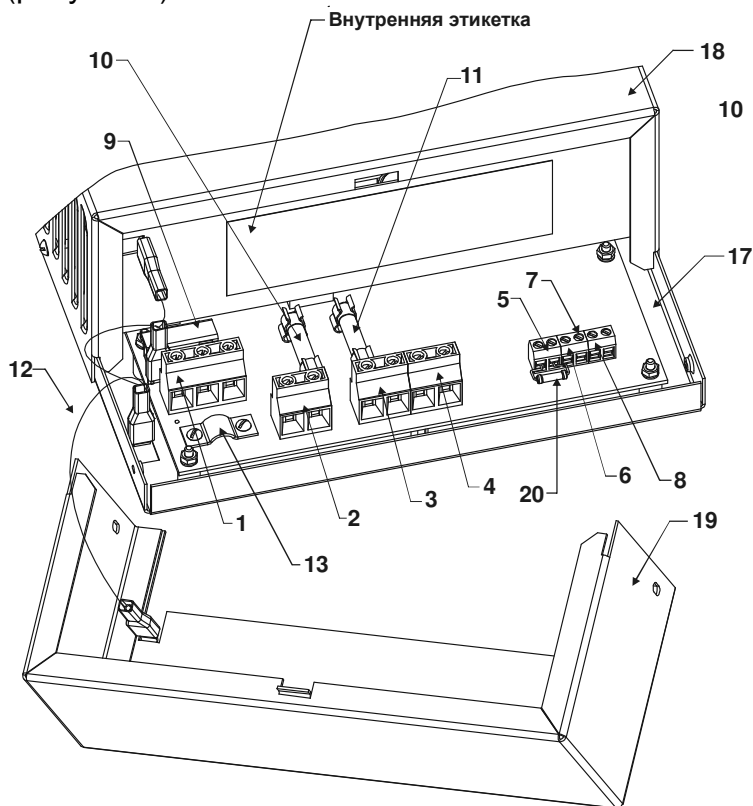

Рисунок 1
Источник размещен в металлическом корпусе, состоящем из днища, кожуха основного и кожуха монтажного отсека. Кожух основной скрывает радиоэлементы, не требующие обслуживания при эксплуатации источника, под кожухом монтажного отсека расположены элементы коммутации и защиты (рисунок 1), которые размещены на печатной плате.
Снимите кожух монтажного отсека поз.19 рисунок 1 для доступа к элементам коммутации и защиты. При необходимости отсоедините перемычку заземления поз.12 рисунок 1.
- ◆ Подключите, соблюдая фазировку шнур питания сетевой (входит в комплект поставки) к соответствующим контактам колодки «Сеть», пропустив их под прижимной планкой (поз.13 рисунок 1), предварительно ослабив фиксирующие ее винты не более чем на 4-5 оборотов, после чего затяните винты прижимной планки до обеспечения жесткой фиксации проводов.
- ♦ Закройте кожух монтажного отсека поз.19 рисунок 1, подсоединив к нему перемычку заземления, поз.12, рисунок 1, если она была отсоединена.